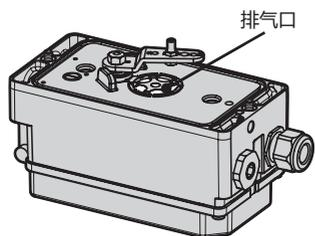

图5-1: 排气口
- 现场安装设备时, 请勿密封或限制排气口 (请参见图5-1)。